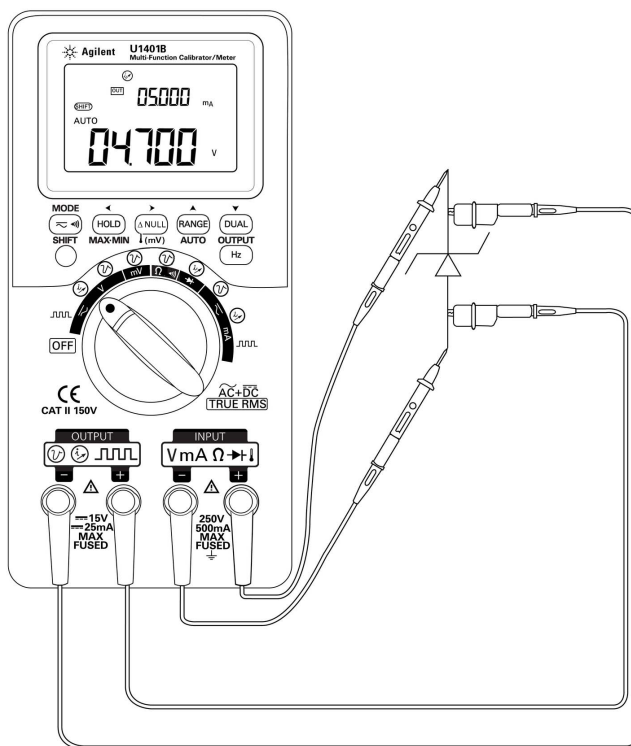

Figura 5-5 Comprobación de diodos zener
- 2 Conecte el cable de conexión rojo entre la terminal de salida y el lado (ánodo) positivo del diodo zener. Consulte la Figura 5-5 en la página 95.